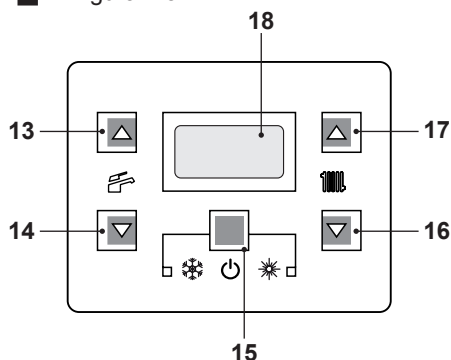

Figura 2.5
- Tenere premuto per 2 secondi il tasto 15 fino a far apparire sul display il simbolo  Figura 2.5.
La temperatura dell'acqua calda di mandata riscaldamento è regolabile agendo sui tasti 16 (diminuzione) e 17 (aumento) (Figura 2.5) da un minimo di circa 25°C ad un massimo di circa 85°C. Alla prima pressione di uno dei due tasti si ha la visualizzazione del
Comunque se la temperatura ambiente non dovesse essere confortevole si può aumentare o diminuire la temperatura di mandata dell'impianto riscaldamento di  $\pm 15^{\circ}\text{C}$  agendo sui tasti 16 (diminuzione) e 17 (aumento) (Figura 2.5).
La temperatura dell'acqua calda sanitaria è regolabile agendo sui tasti 13 (aumento) e 14 (diminuzione) (Figura 2.5) da un minimo di circa  $35^{\circ}\text{C}$  ad un massimo di circa  $60^{\circ}\text{C}$ . Alla prima pressione di uno dei due tasti si ha la visualizzazione del valore di "set", alla seconda pressione si accede alla modifica.